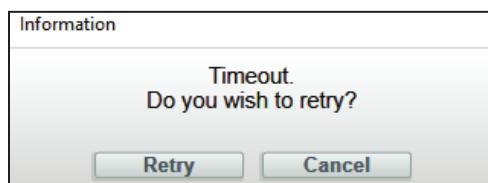
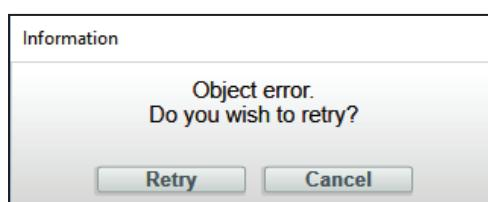

Figura 143. Mensaje del tiempo de espera agotado.
Figura 144. Mensaje de error del objeto.
Cuando se intenta conectar un reconectador TripSaver II utilizando el software de configuración del centro de servicio, el proceso de conexión se agotará si no puede crear o mantener una conexión inalámbrica. Ver la Figura 143. Esto es generalmente causado por la baja intensidad de la señal, la cual puede ser el resultado de la distancia, la orientación del producto, la interferencia de otras fuentes de señal, o una combinación de éstas. Hay disponible un transceptor USB con una antena externa mejorada para mejorar la intensidad de la señal.
PASO 3. Reintente conectar al reconectador TripSaver II. Si persiste el mensaje de Tiempo de Espera Agotado (ver la Figura 143) o aparece un mensaje Object Error (Error de Objeto) (ver la Figura 144) (esto puede ser notorio con más frecuencia cuando conecte a los reconectadores TripSaver II consecutivos usando la misma computadora), restablezca el transceptor USB.